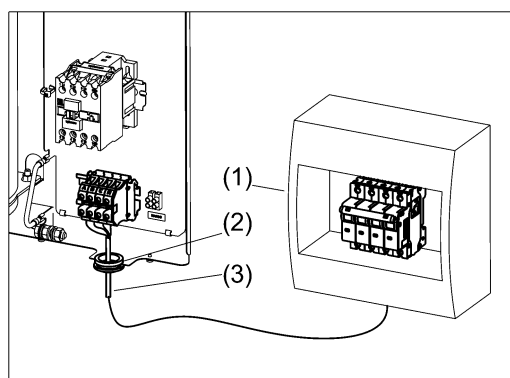

Рисунок 8. Подключение прибора к электросети
(1) Выполните монтаж автоматического выключателя QF в непосредственной близости от прибора и доступным для визуального осмотра месте (см. рис. 8);